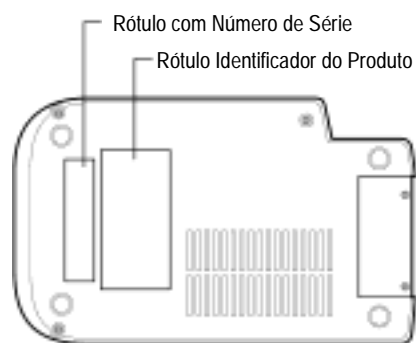

Figura 16 Dados sobre o Produto embaixo do Terminal
- Modelo(s) a ser(em) retornado(s). Há um número de modelo e peça localizado na parte de baixo de cada terminal. Por exemplo, OMNI 3200 e P092-xxx-xx (veja Figura 16).
- O(s) número(s) serial(is) do(s) terminal(is) a ser(em) retornado(s). Há um número de série (S/N xxx-xxx-xxx) localizado embaixo de cada terminal, logo acima do código de barra (veja Figura 16).